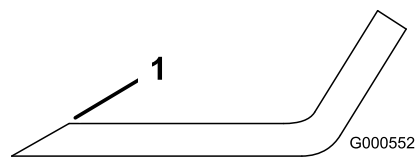

Figura 64
1. Affilate i taglienti da entrambe le estremità della lama con una lima (Figura 64).
Nota: Se la lama non è bilanciata, limate del metallo soltanto dalla costa (Figura 64).